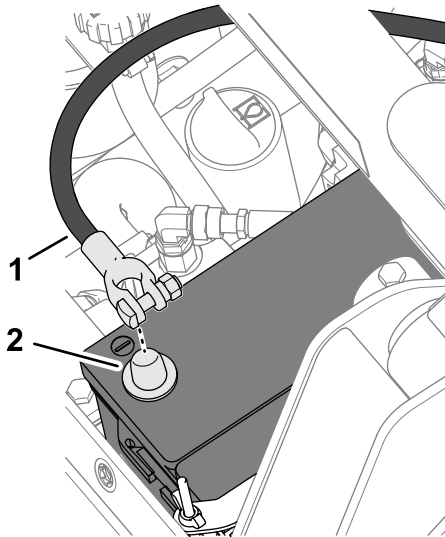

Figura 3
2. Afloje la tuerca y el perno en T que fijan el cable negativo de la batería al borne de la batería (Figura 3) y retire el cable de la batería.